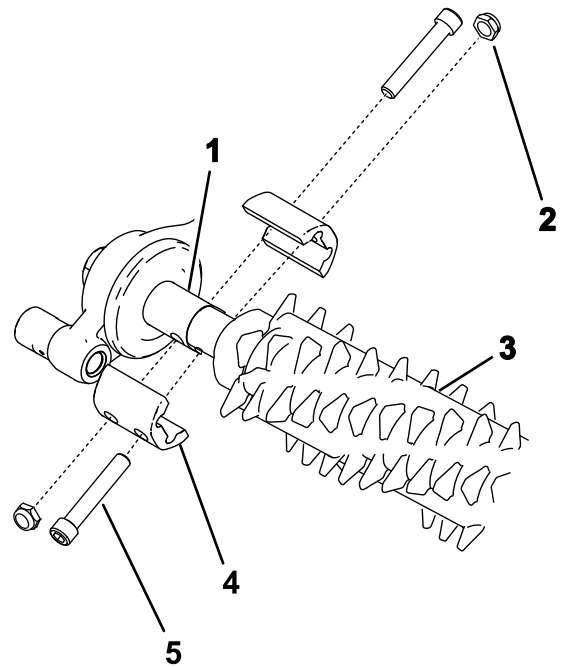

图 25
4. 如图 25 所示拧紧将疏草刀总成固定到位的螺栓上紧螺栓扭矩至 57N·m。
2. 将疏草滚刀总成与疏草刀驱动箱和总轮总成对齐图 25。